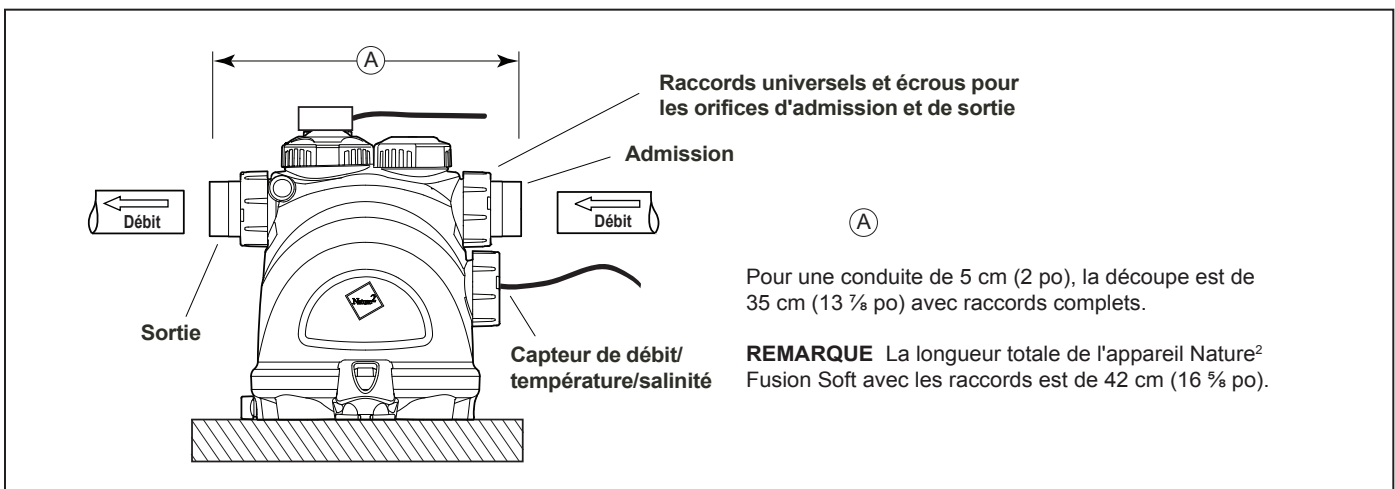

Figure 3. Découpage de conduite
4. Découper une section de conduite de 35 cm (13 7/8 po) de 5 cm (ou 2 po) de diamètre pour insérer l'appareil (voir la Figure 3).
4. Couper une section de conduite de 35 cm (13 7/8 po) 5 cm (2 po) de diamètre pour insérer l'appareil (voir la Figure 3).